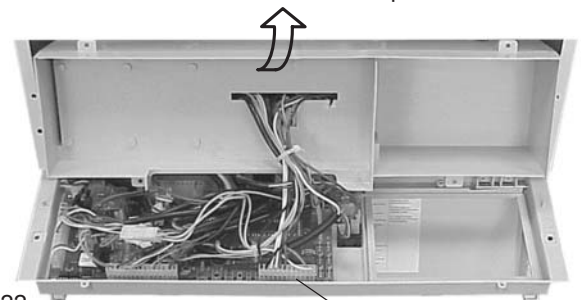

Fig. 4.22
- Fixez la régulation. Fig. 4.22